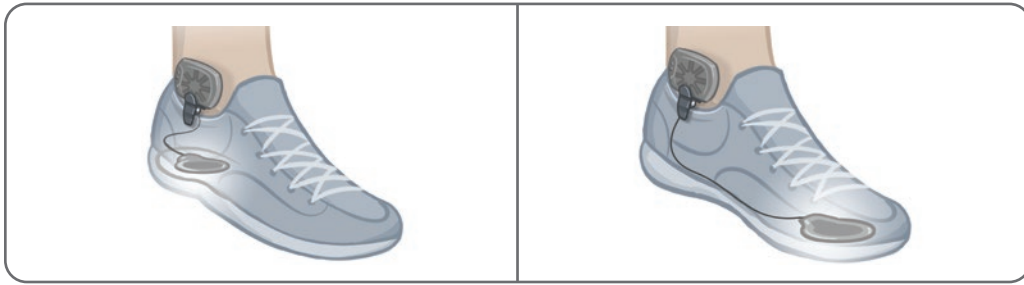

Figure 8-14 : Positionnement définitif du capteur talonnier fixé sur la chaussure
5. Fixez l'émetteur du capteur talonnier sur le bord intérieur de la chaussure. Orientez le logo en étoile de l'émetteur pour qu'il ne soit pas face à la cheville. Reportez-vous à la figure 8-14.
6. Couvrez le capteur de pression avec la semelle intérieure. Placez le fil qui dépasse sous la semelle intérieure. Reportez-vous à la figure 8-14.